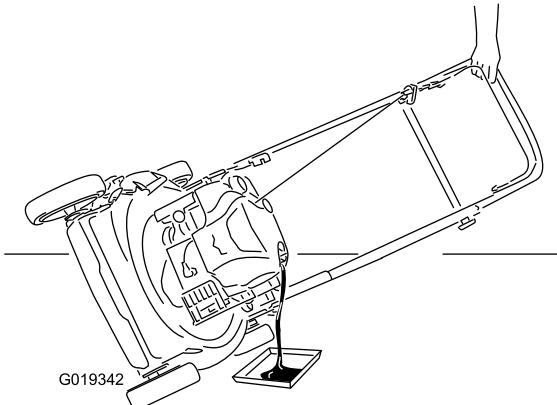

Figura 43
7. Inclinete la macchina sul fianco, con il tubo di riempimento dell'olio in basso, per vuotare l'olio usato attraverso il tubo di riempimento in una bacinella di spurgo (Figura 43).